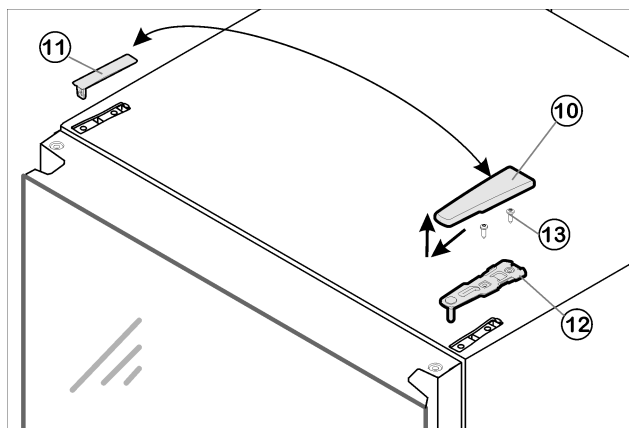

Fig. 6
- ▶ Потяните крышку Fig. 6 (10) вперед и вверх.
- ▶ Снимите крышку Fig. 6 (11).
- ▶ Открутите верхний опорный кронштейн Fig. 6 (12) (2 шт. Torx® 25) Fig. 6 (13) и вытяните вверх.
- ▶ Установите верхний опорный кронштейн Fig. 6 (12) на новой стороне шарнира и защелкните в дверце.
- ▶ Прикрутите верхний опорный кронштейн Fig. 6 (12) (с моментом 4 Нм) (2 шт. Torx® 25) Fig. 6 (13). При необходимости сделайте отверстия или используйте аккумуляторную отвертку.
- ▶ Защелкните крышку Fig. 6 (10) и крышку Fig. 6 (11) на противоположной стороне.